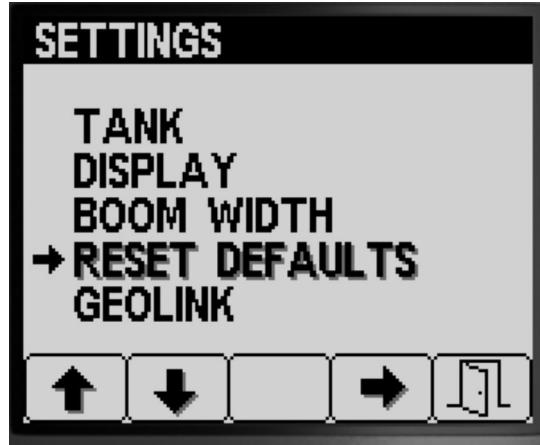

Figura 34
- Premete il pulsante 2 sulla schermata IMPOSTAZIONI fino a raggiungere l'opzione RIPRISTINO VALORI PREDEFINITI (Figura 34).
- Premete il pulsante 4 per selezionare la voce RIPRISTINO VALORI PREDEFINITI (Figura 34).